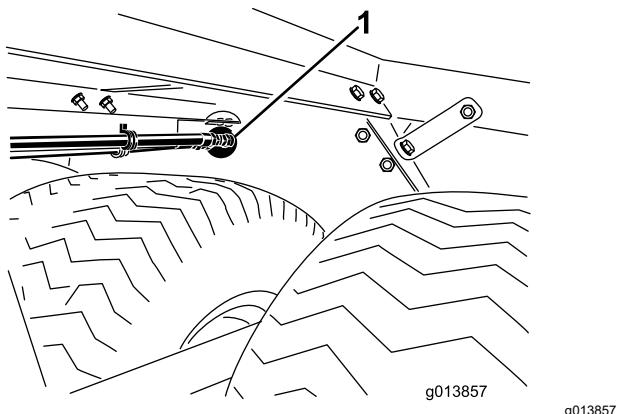

図 2
7. オイルの入口フィッティングと出口フィッティング、およびホースガイドの取り付けブラケットがすべてシャーシの後部壁にあいている丸穴に無理なく通ることを確認する図2。